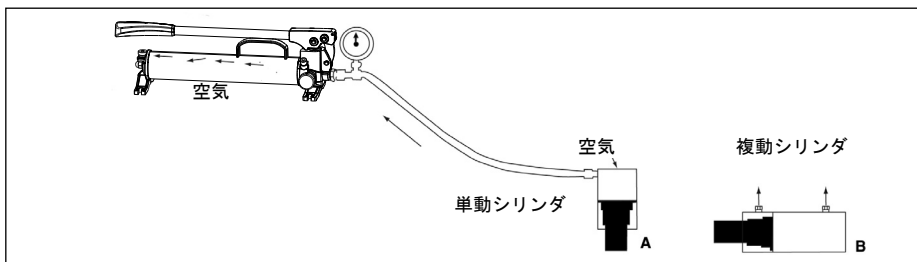

図11: 空気抜き
3. ポンプをシリンダよりも高い位置で水平方向に置きます。図11を参照してください。
2. ポンプをシリンダよりも高い位置で水平方向に置きます。図11を参照してください。